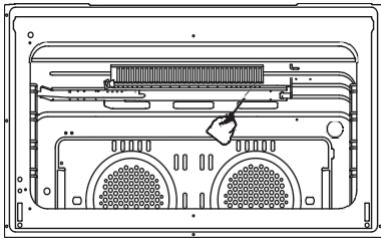

Figura 6
1. Quitar el tornillo con la ayuda de un destornillador como se puede ver en (figura 6).